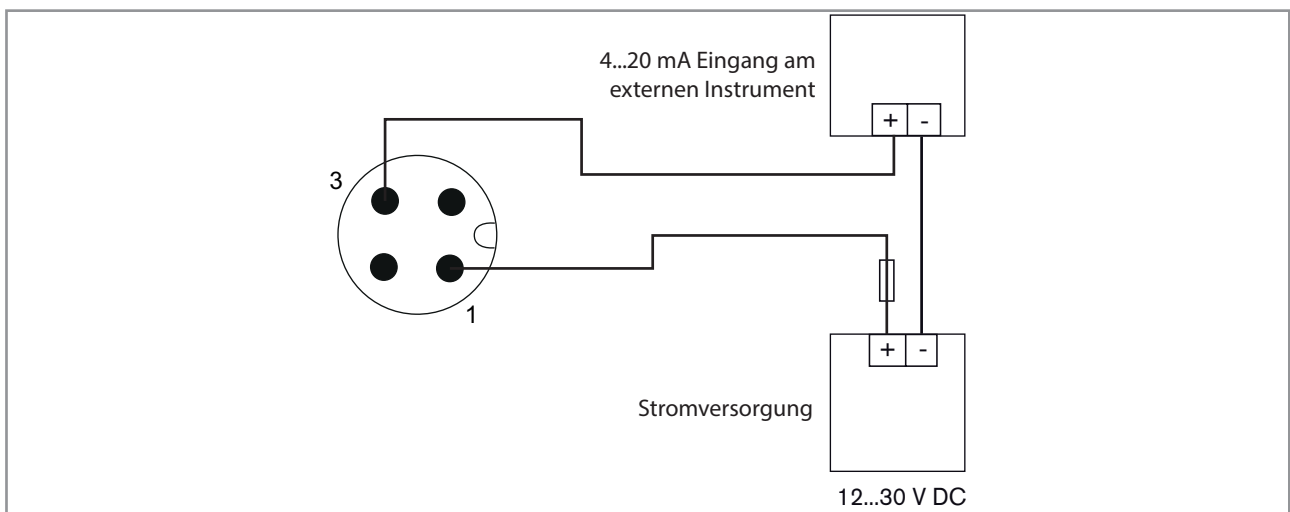

Bild 7: Gerät mit 4-poligem M12-Gerätestecker – Anschluss des Stromausgangs
- Den 4...20 mA-Stromausgang anschließen. Siehe Bild 7.